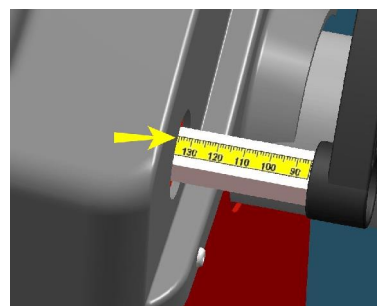

FIG. 8
Inserire la misura della distanza (IN) (Fig.8).